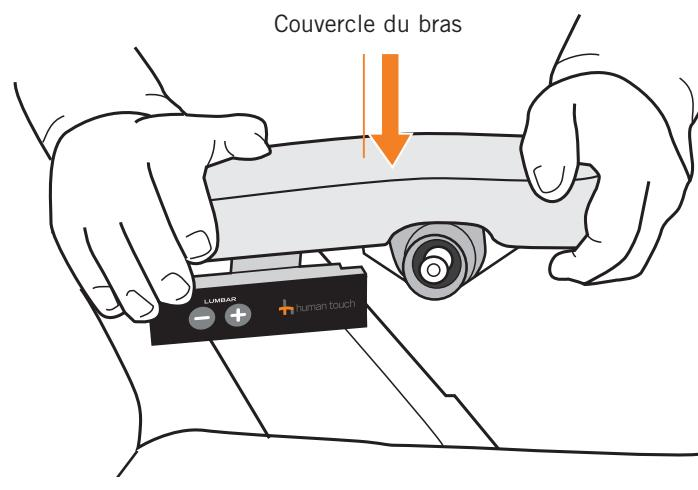

Fig.4
6. Tout en tenant le boîtier fermement en place, placez le protège-accoudoir en position et appuyez fermement (Fig.4).